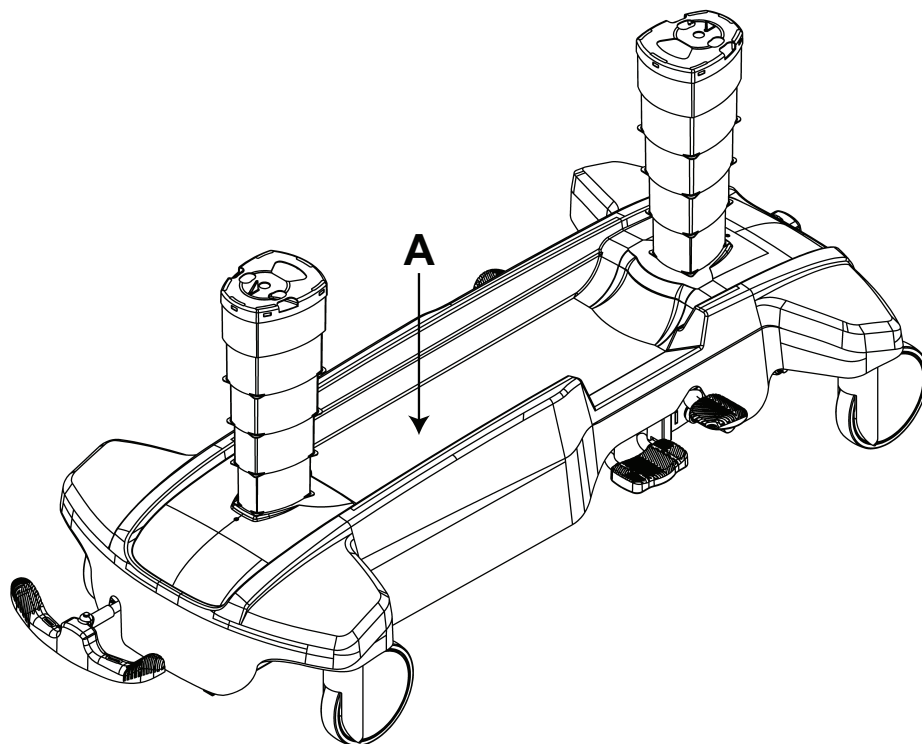

**Abbildung 11 – Stauraum unter der Fahrgestellhaube**
Persönliche Gegenstände der Patienten können unter der Fahrgestellhaube aufbewahrt werden (A) (Abbildung 11).